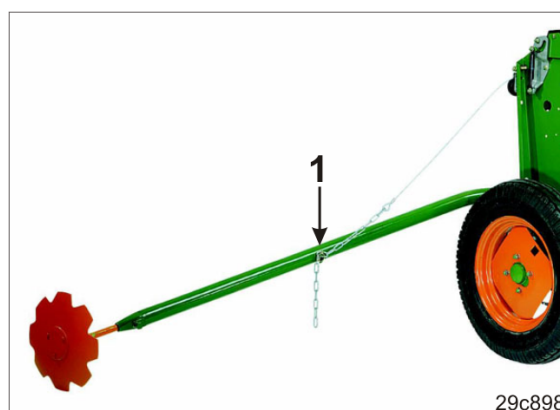

Bild 167
5. Säkra kedjan med en låssprint (Bild 167/1).